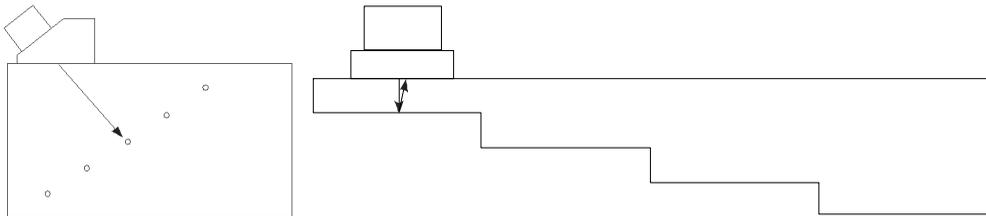

Abbildung 5-20 Justierkörper für die DAC-Justierung
1. Koppeln Sie den Sensor an den Justierkörper an, wie in Abbildung 5-20 auf Seite 158.